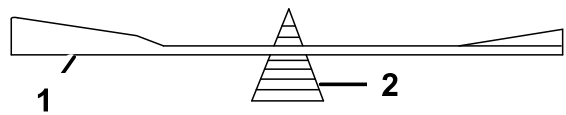

Figura 80
- Verifique o equilíbrio da lâmina colocando-a num equilibrador de lâminas (Figura 80).